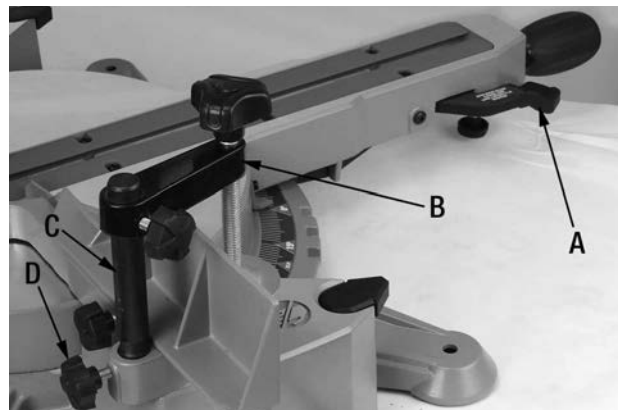

FIGURE 5
La table comprend des arrêts positifs à 0°, 15°, 22.5°, 30° et 45° vers la gauche et vers la droite. Lorsque vous pivotez la table, la table s'arrêtera au prochain arrêt positif. Une fois que vous avez obtenu l'angle désirée, reserrez la poignée de verrouillage. Lorsque le levier à détente (A) Fig.5 est enfoncé et relâché entre les arrêts positifs, la table s'arrêtera à la prochaine arrêt positif. Si le levier à détente est appuyé et maintenu en place, la table continuera à tourner et contourner les arrêts positifs. Une fois l'angle désiré est obtenu, utilisez la poignée de verrouillage de l'onglet pour verrouiller la table.
L'étau (B) Fig.5 a des hauteurs de rainure spécifiques sur la tige de montage (C) pour une utilisation avec des épaisseurs de matériau dans la capacité de cette scie à onglets. Utilisez la rainure de hauteur maximale lorsque vous devez dégager la partie la plus élevée du guide réglable. La rainure de hauteur maximale prend en charge le serrage des pièces entre 2-1/2" et 3-1/2" d'épaisseur. La rainure de hauteur minimale permet le serrage de pièces jusqu'à 2" d'épaisseur. La scie à onglets as deux trous de montage derrière les guides pour une utilisation lors du montage de l'étau.